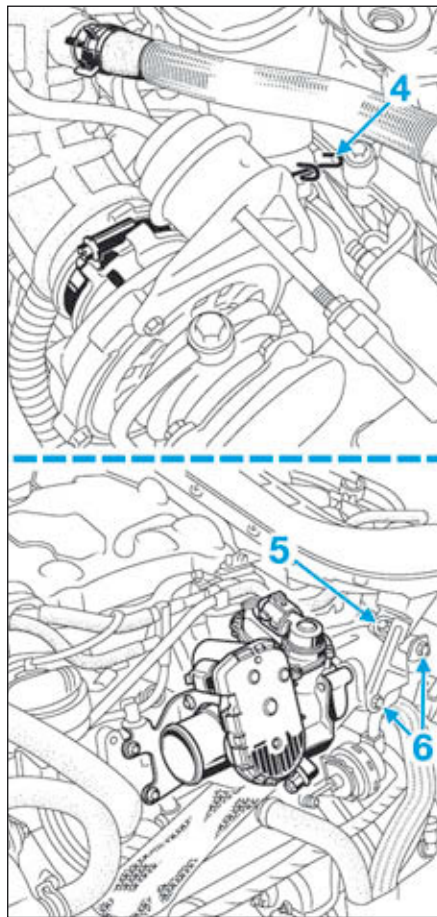

FIG.162
- Déclipper l'agrafe (4) (Fig.162).
- Déposer la vis (5) du tuyau d'air en entrée de l'échangeur air-air.
- Déposer les vis (6) du support du tuyau d'air en entrée de l'échangeur air-air.